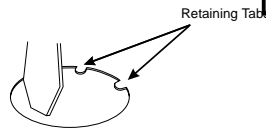

Figure 2
3. Determine appropriate knockout for removal in relationship to incoming romex (power supply). To remove knockout, place standard screwdriver on edge of circle (on opposite side from retaining tabs) and gently strike with hammer. Grip edge with pliers and flex back and forth until removed. **See Figure 2.**
3. Choisir la débouchure appropriée d'après l'alimentation électrique en place. Pour retirer la débouchure, placer un tournevis sur le bord du cercle (à l'opposé des languettes de retenue) et frapper d'un léger coup de marteau. Saisir le bord de la débouchure à l'aide de pincas et replier en va et vient jusqu'à ce que dégagée. **Voir la Figure 2.**